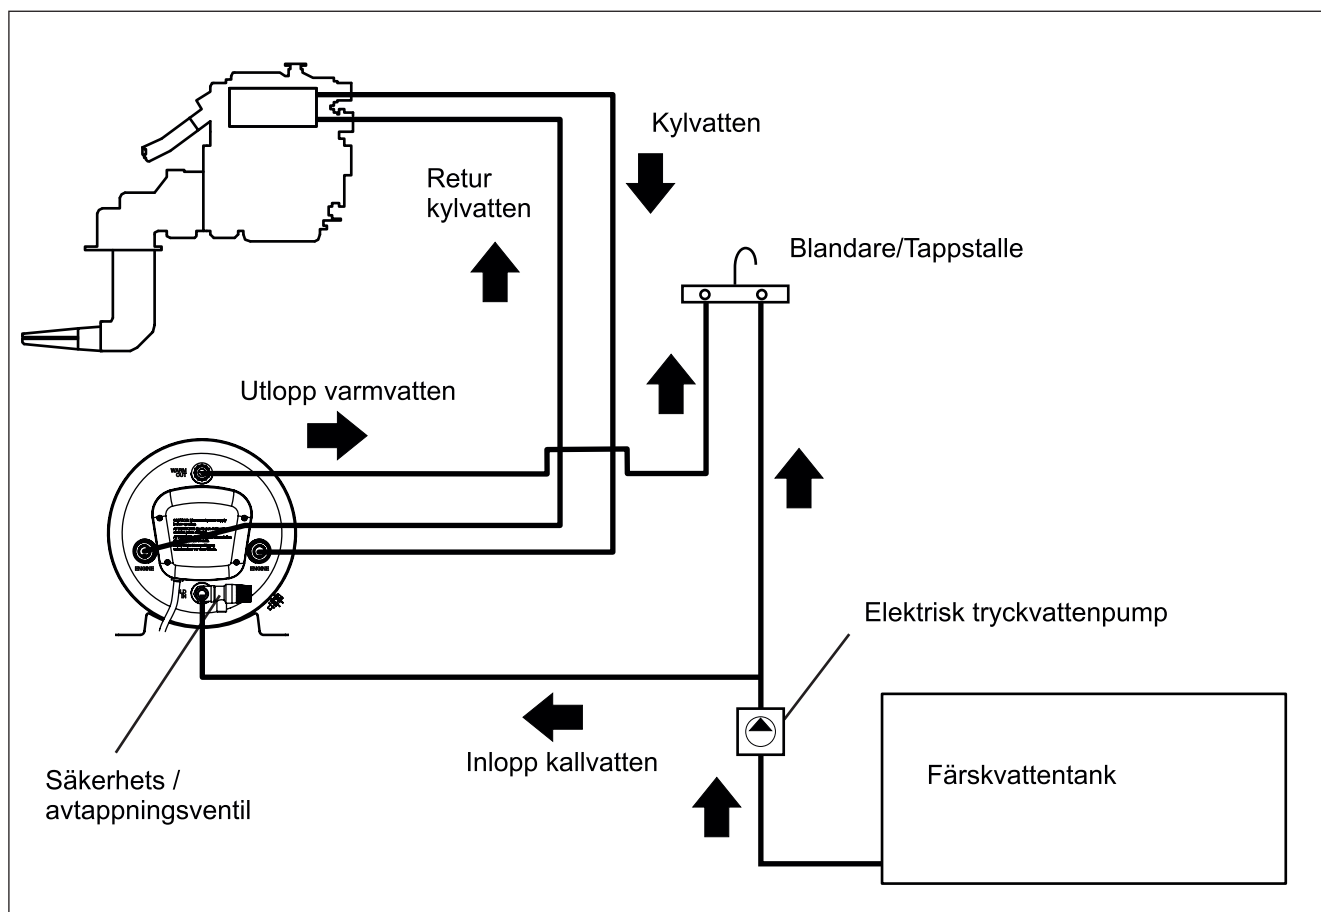

Fig. 1
Varmvatten beredaren kan monteras var som helst i båten så länge den sitter monterad så att motorvattenslingan inte hamnar över nivån på motors expansionskärl. (Fig. 1). Det är en fördel att hålla slangarna mellan motorn och beredaren så korta som möjligt för lägsta värmeförlust och minsta strömingsmotstånd. Varmvatten beredarens värmeväxlare kan anslutas antingen parallellt eller i serie med motors kylvattenkrets. Valet avgörs av hur motortillverkaren anger att beredaren ska anslutas.
4.3 Motoranslutningar (se anslutningsschema, fig. 1):
4.4 Färskvattenanslutning (se anslutnings-schema, fig.1)